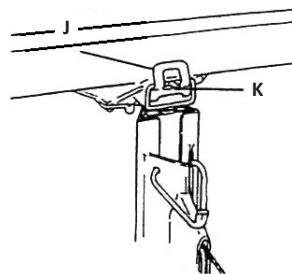

FIG. 6
6. Fixez le support de plaque au cadre (figure 6) :
- Fixez le berceau au cadre en enclenchant le loquet d'inclinaison vers le haut (J) de manière à ce qu'il s'accroche au goujon (K) du berceau.